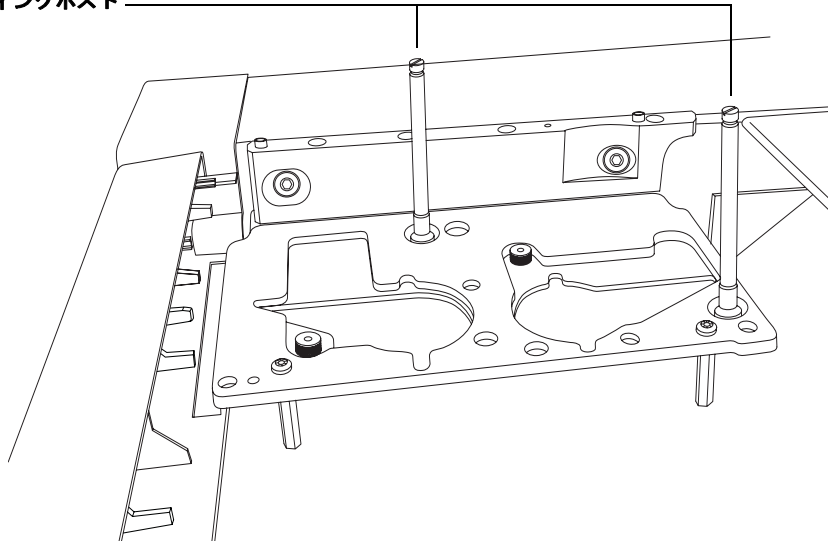

図7 マウンティングポストを取り付ける
- 9 キットからのインジェクタマウンティングポストを取り付けます(図7)。ポストの上部の溝にぴったりとはまるマイナスドライバを使用します。小型のドライバを使用することによってポストの上部を損傷しないように注意してください。インジェクタが移動しないよう、ポストを硬く締めてブラケットにしっかりと固定する必要があります。
- 5890シリーズII。図7を参照してください。